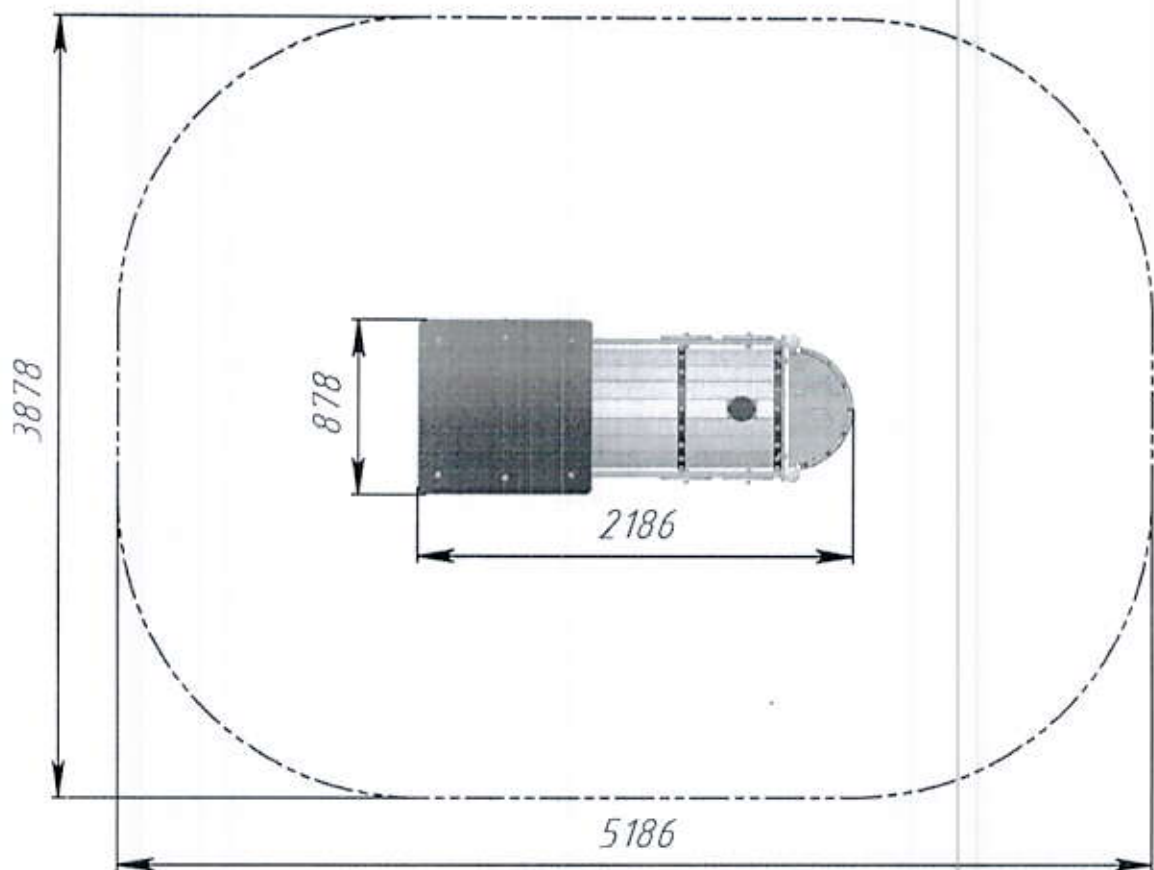

Рис.2 Безопасная зона приземления Паровозика РТР 071Н
12.4. Монтаж Паровозика проводится на ровной площадке, свободной от насаждений. Размер площадки должен обеспечить безопасную зону вокруг Паровозика в соответствии с рис. 2.